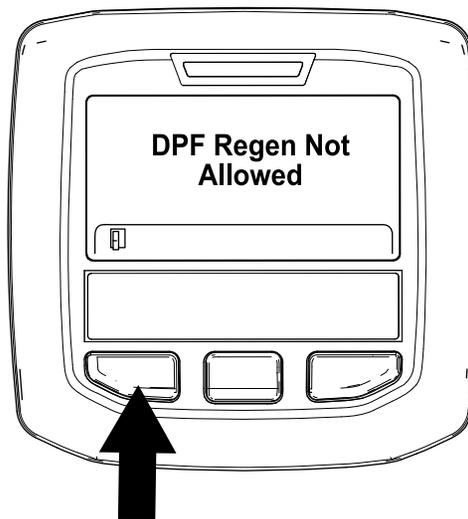

Рисунок 56
- Если компьютер двигателя не разрешил процесс регенерации, на дисплее инфо-центра появится сообщение «DPF Regen Not Allowed» («Регенерация фильтра DPF запрещена») (Рисунок 56). Нажмите левую кнопку, чтобы перейти на главную страницу.